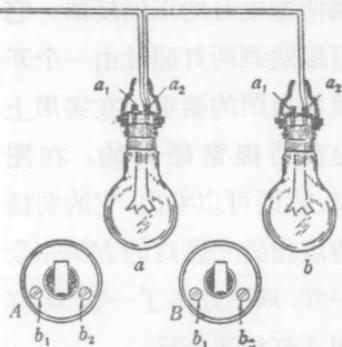

图 7. 正确接綫的第一步
1. 裝接灯头綫：方法是先把地綫从电源那里引开来接到灯头 *a* 的接綫柱 *a*₂ 上，然后用另一段綫也接在灯头 *a* 的 *a*₂ 上，妥后，引到灯头 *b* 的接綫柱 *a*₂ 上，妥为旋紧（見图 7）。这就是技工們习